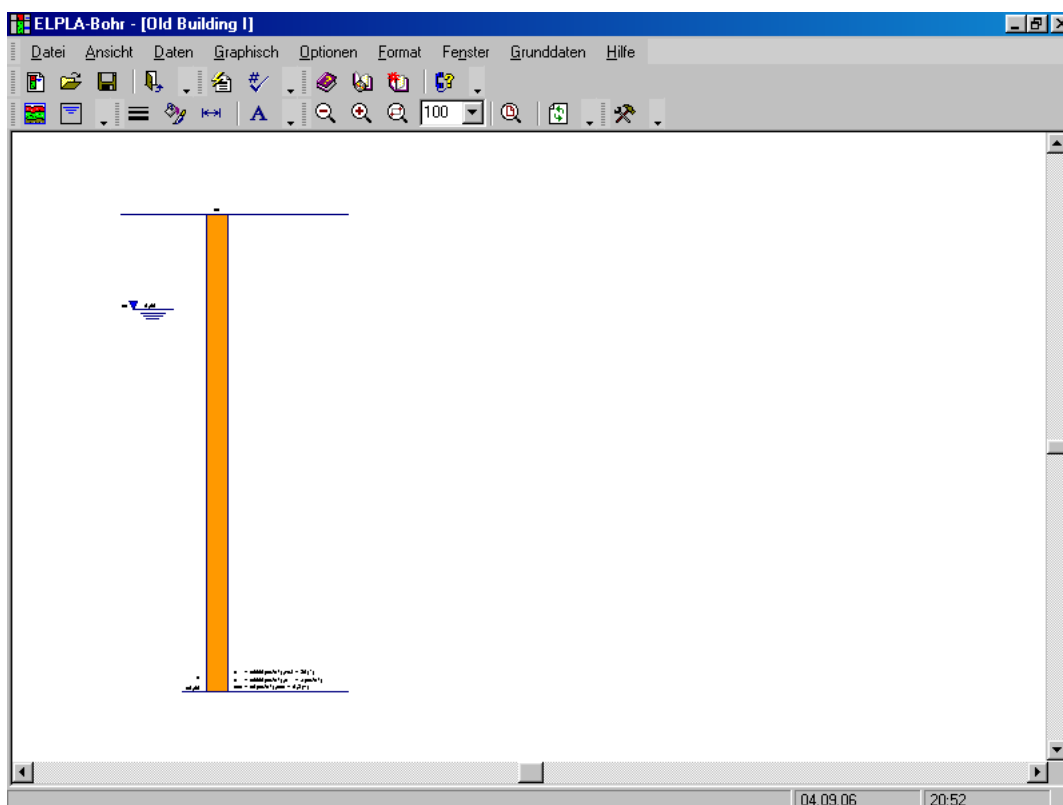
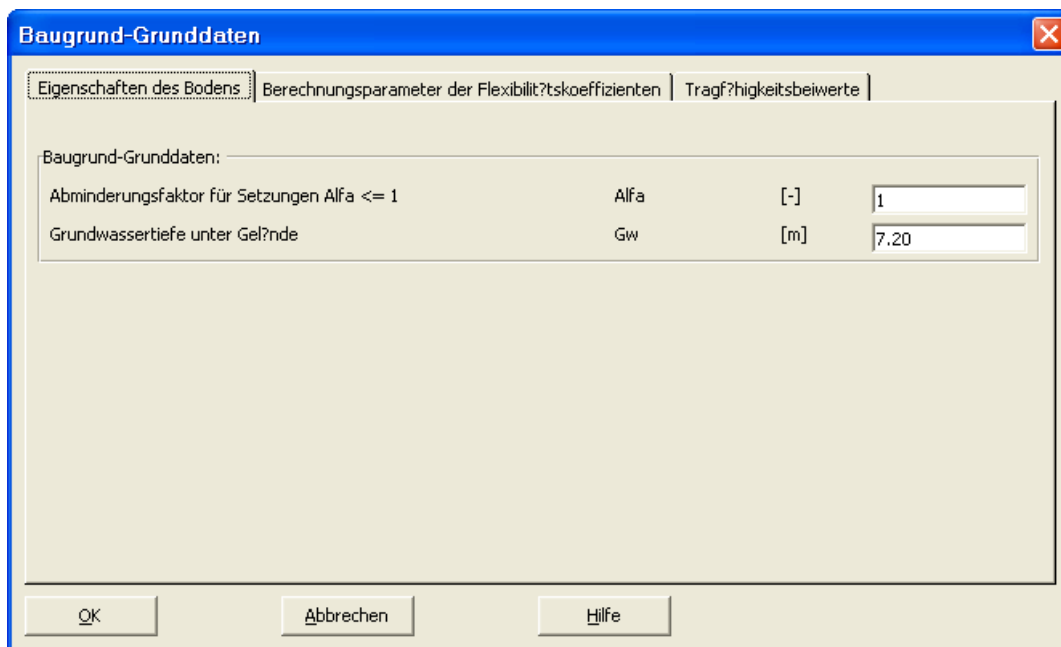

Bild 9-15 Unterprogramm *ELPLA-Bohr* mit einem Standardbohrprofil
Bild 9-21 Dialogfeld "Baugrund-Grunddaten"
- Wählen Sie "Baugrunddaten" aus dem "Daten"-Menü des *ELPLA-Daten*-Fensters. Das folgende Unterprogramm im Bild 9-15 erscheint mit einem Standardbohrprofil
- Wählen Sie den Befehl "Baugrund-Grunddaten" aus dem "Daten"-Menü im Bild 9-15. Das folgende Dialogfeld im Bild 9-21 erscheint
- In diesem Dialogfeld geben Sie den Abminderungsfaktor für die Setzung  $\alpha$  [-] und die Grundwassertiefe unter Gelände  $G_w$  [m] ein, wie im Bild 9-21 gezeigt
- Klicken Sie auf "OK" im Dialogfeld "Baugrund-Grunddaten" (Bild 9-21)